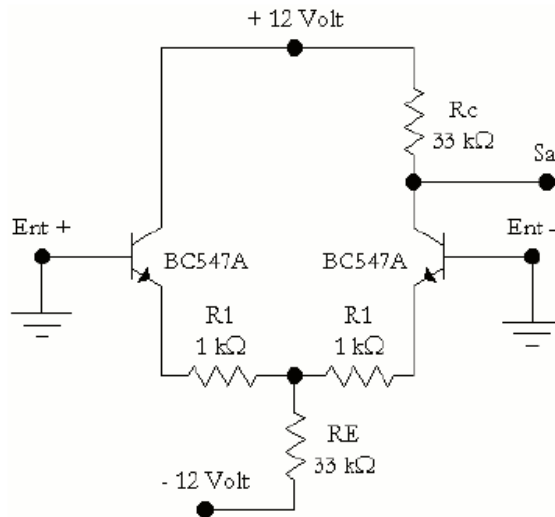

Figura 1
1. Armar el circuito de la Figura 1.